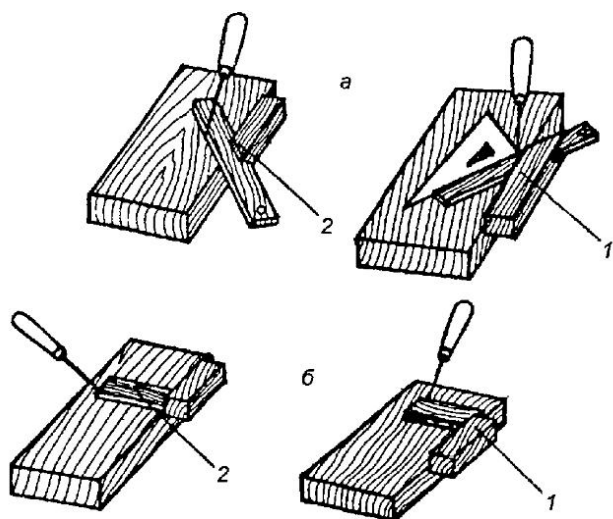

Рис. 144.
**Деревянные угольники.** У деревянных угольников большей частью выходят из строя линейка и основание. Проверяют годность угольника следующим образом: берут доску, хорошо обработанную со всех сторон, и к одной из кромок прикладывают угольник (рис. 144). Карандашом или шилом проводят прямую линию, затем угольник поворачивают и проводят на том же месте линию. Если линии совпадают, угольник правильный, а если нет, то угольник нужно ремонтировать. Если несовпадение линий незначительно, то угольник, в котором имеется деревянная линейка, закрепляют в тисках верстака, полуфуганком простругивают кромку и доводят угольник до требуемой точности. Если при строгании линейки нельзя добиться точности, угольник разбирают, выверяют основание и клеивают в него новую линейку строго под прямым углом. Затем угольник проверяют. Детали для угольника (линейка, основание) изготавливают из древесины твердых пород (бука, дуба, граба, ясеня, клена) без трещин, гнили, сколов,
**Ерунок.** Ерунок проверяют аналогичным образом (рис. 144). Кладут его на ровную доску и прижимают основанием (колодкой) к кромке доски. К нему вплотную кладут треугольник и проводят линию, затем, повернув ерунок в противоположную сторону, как показано на рисунке, вновь проводят линию. Если обе проведенные линии совпадают, ерунок годен к работе. В случае несовпадения линий ерунок ремонтируют. При ремонте ерунок разбирают и в отдельности проверяют прямолинейность линейки и колодки. Затем его собирают так, чтобы между линейкой и колодкой были углы  $45^\circ$  и  $135^\circ$ . Если после повторной проверки линии, проведенные по нему, совпадают, ерунок считается годным к эксплуатации.